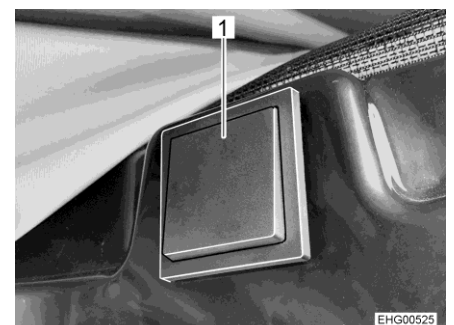

Fig. 37 Tasto per lo sblocco elettrico
Il tasto per lo sblocco elettrico (Fig. 37) è ubicato sul lato destro nella zona sopra la porta scorrevole.
- Premere per circa 2 secondi il tasto (Fig. 37,1).